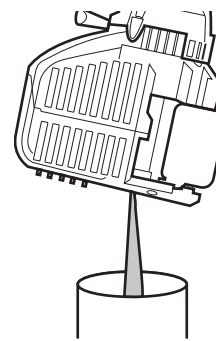

Fig. 28
- Si le niveau d'huile est trop élevé, renversez l'appareil et vidangez l'excès d'huile dans un récipient approprié (Fig. 28).
3. Faites basculer l'appareil verticalement pour déverser l'huile de l'orifice de remplissage dans un récipient (Fig. 28). Prévoyez suffisamment de temps pour une vidange complète.